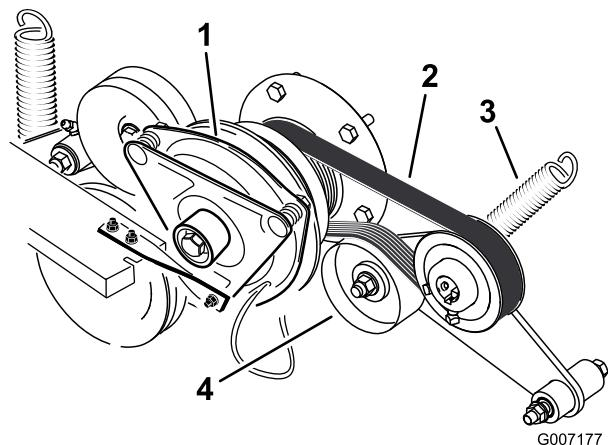

Bild 65
3. Entfernen Sie die Feder vom Spannarm (Bild 65).
4. Legen Sie einen neuen Riemen um die Motor- und Hydraulikpumpscheiben (Bild 65).
6. Haken Sie die Feder wieder in den Spannarm ein (Bild 65).